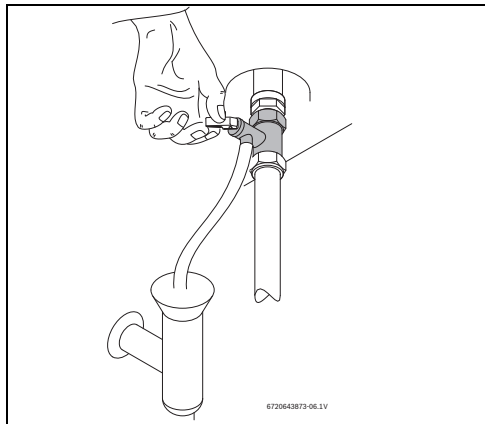

Fig. 12 Deschiderea manuală a supapei de siguranță
- Deschideți supapa de siguranță (Fig. 12).
- Deschideți manual supapa de siguranță cel puțin o dată pe lună (→ Fig. 12).